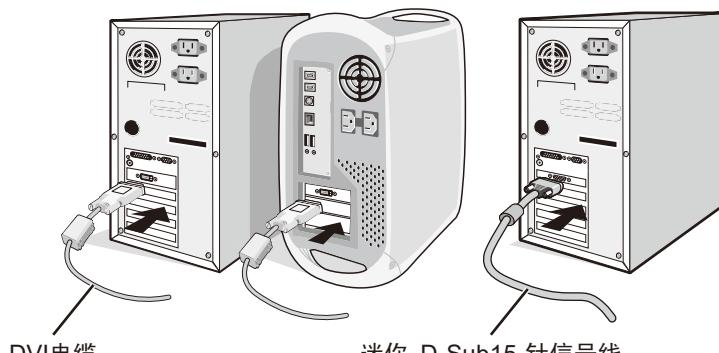

图 A.1
2. 对于具有 **DVI** 数字输出的 **PC** 或 **MAC**：连接 DVI 信号线到系统显示卡的连接器（图 A.1）。然后拧紧所有螺丝钉。